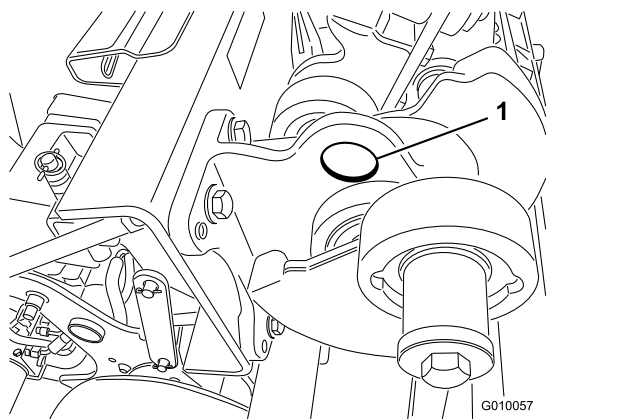

Figura 40
**Nota:** Se disponibile, utilizzate un paranco per sollevare la parte posteriore della macchina. Come punti di attacco per il sollevamento utilizzate i ganci ad occhiello nelle sedi dei cuscinetti della testa di carotaggio (Figura 40).